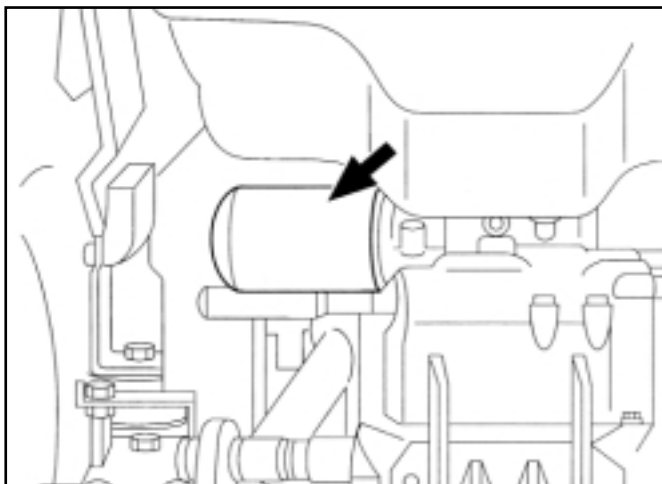

FIG. 102 / ABB. 102 / FIG. 102
Remplacez **TOUJOURS** le filtre à huile quand la transmission est vidangée. Enlevez prudemment le filtre (Fig. 102) de son adaptateur.
*NOTE :* Le type à inversion de marche assistée n'a pas de filtre à huile hydraulique dans la Fig. 102.
STETS den Filter (am Heck des Traktors) austauschen, während das Öl abgelassen ist. Den Ölfilter (Abb. 102) vorsichtig von seiner Fassung abschrauben. Es kann die Verwendung eines Filterschlüssels notwendig sein.
*HINWEIS: Bei Ausrüstung mit Vorwärts-/Rückwärts-Automatikhebel entfällt der Hydraulikölfilter in Abb. 102.*
Vervang de filter voor de transmissieolie (aan het achtereinde van de tractor) ALTIJD wanneer u de olie aftapt. Schroef de olielfilter (Fig.102) voorzichtig los van het hulpstuk. Het kan nodig zijn een sleutel te gebruiken om de filter los te draaien.
*OPMERKING: Het type met power shuttle heeft geen hydraulische-oliefilter in Fig. 102.*